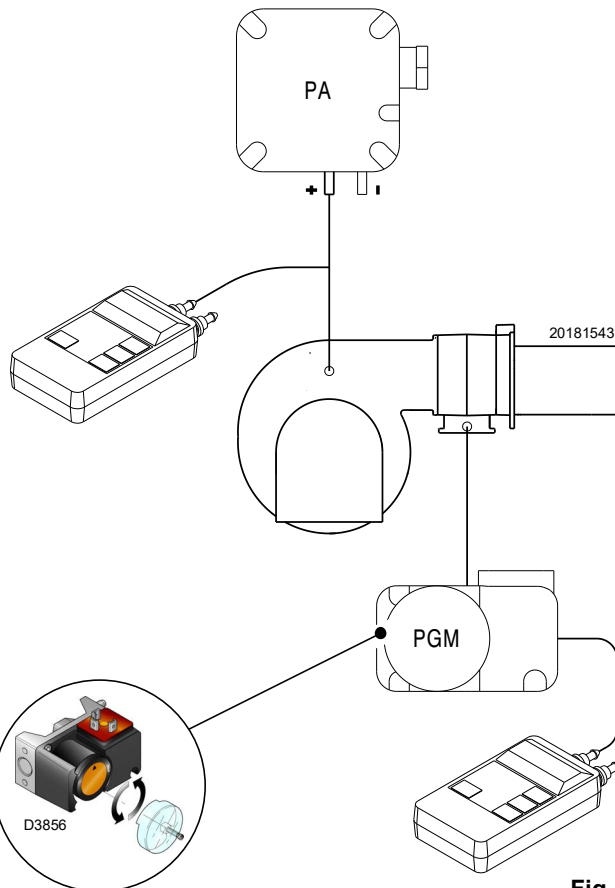

Fig. 35
- Régler le pressostat gaz seuil maximum (Fig. 35, page 32) en fin d'échelle.
Effectuer le réglage du pressostat gaz seuil maximum (Fig. 35) après avoir effectué tous les autres réglages du brûleur avec le pressostat gaz seuil maximum réglé en fin d'échelle.